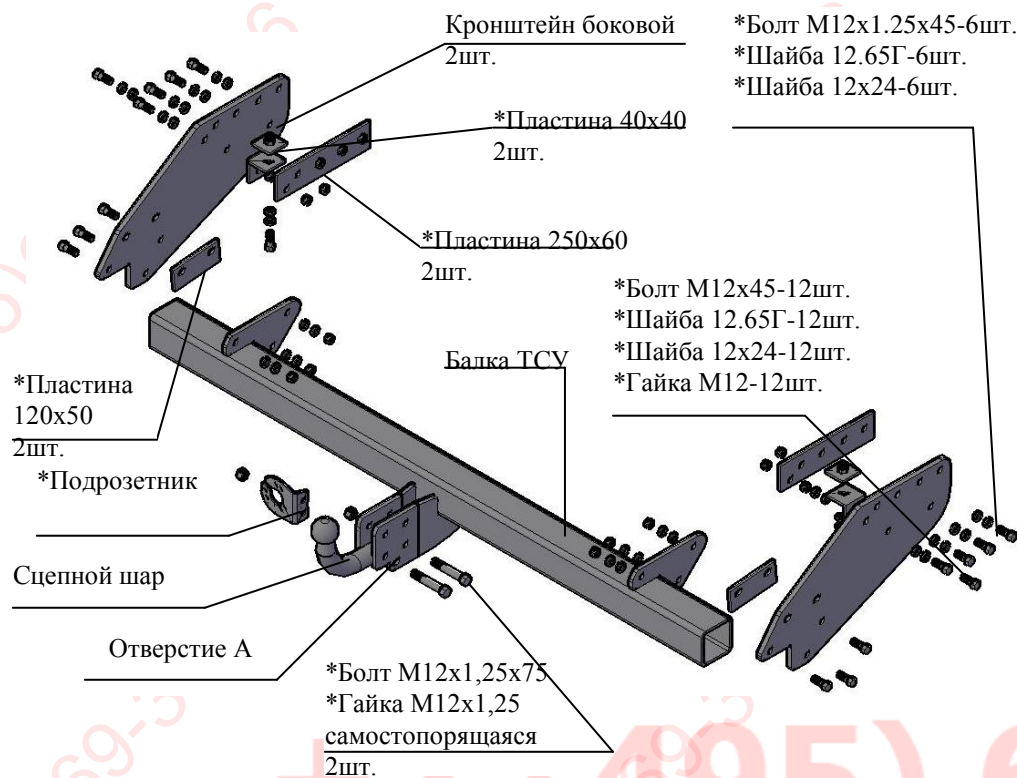

Рис.1 Тягово-сцепное устройство 7112, 7112.Ц
2.1 ТСУ 7112 в сборе (рис.1)	1 шт.
2.2 Пакет с комплектующими (см. рис.1)	1 шт.